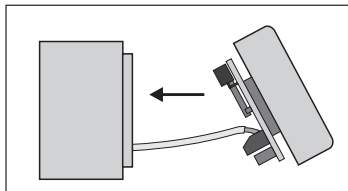

Abbildung 4
- 7 Schieben Sie die Frontplatte mit der Schaltung diagonal und mit der Oberkante zuerst **vorsichtig** in den Montagekasten ein (siehe *Abbildung 4*).